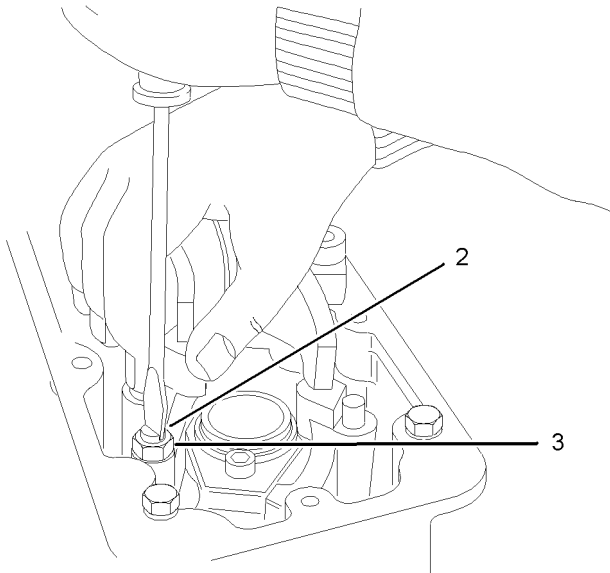

Ilustración 43
4. Afloje la tuerca de traba (3). Ajuste el tornillo (2) de modo que el lado fijo del puente haga contacto con la válvula. Ejercer presión con la mano sobre el puente. Vea la Ilustración 43.
5. Ajuste el tornillo de modo que se establezca un contacto ligero con la válvula. Apriete la tuerca de traba (3) a un par de 35 N·m (25 lb/pie). Asegúrese de que no haya girado el tornillo.